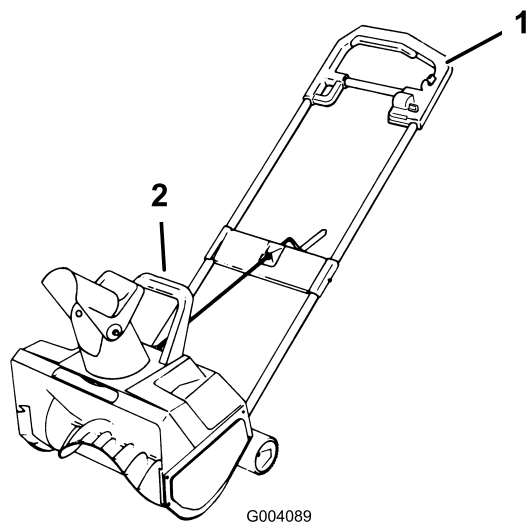

Bild 11
- Wenn Sie große Schneeanisammlungen abtragen möchten, heben Sie die Schneefräse an den primären und sekundären Griffen (Bild 11) an und setzen Sie die Maschine auf die Schneeanisammlung. Schieben Sie die Schneefräse vorwärts und rückwärts, damit das Gewicht der Schneefräse die Schneeanisammlung abträgt.